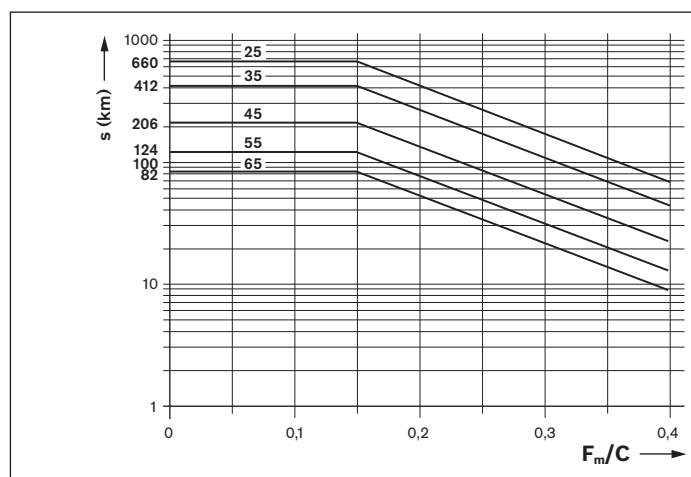

Figure 2 : Intervalle de relubrification
- Injecter la quantité minimale indiquée dans le tableau 4 dans le raccordement de lubrification avant l'atteinte de l'intervalle de relubrification (figure 2).
- Injecter la quantité minimale indiquée dans le tableau 4 dans chaque raccordement de lubrification avant l'atteinte de l'intervalle de relubrification (figure 2). Déterminer le nombre d'impulsions nécessaire à cet effet et la cadence de lubrification de la même manière que pour la relubrification (course normale).
Indications : Le nombre d'impulsions nécessaire à cet effet est le quotient en nombre entier déterminé à partir de la quantité de relubrification minimale indiquée dans le tableau 4 et de la taille de distributeur à piston sélectionnée indiquée dans le tableau 5. La plus petite taille de distributeur à piston admissible ne dépend pas de la position de montage. La cadence de lubrification conformément à la formule 1 est déterminée en divisant l'intervalle de relubrification (selon figure 2) par le nombre d'impulsions déterminé (cf. exemple de conception).